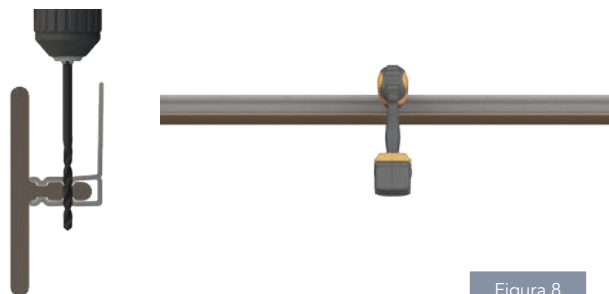

Figura 8
- Para un control adicional del agua, puede agregar orificios de drenaje perforando orificios de $\frac{3}{16}$ " a $\frac{1}{8}$ " (4,8 a 3,2 mm) a lo largo del canal interior de la moldura en "T" con una separación de 24" a 36" (60 a 90 cm) (Figura 8).